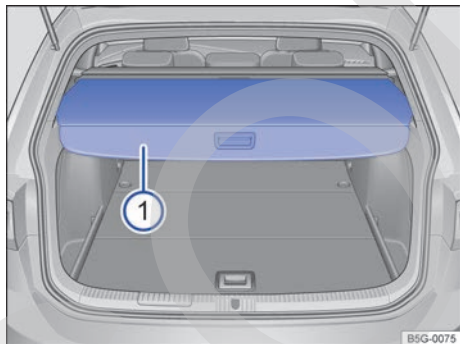

Fig. 97 En el maletero: abrir y cerrar el tapamaletero.
- Presione la parte trasera del tapamaletero ⇒ **fig. 97** ① un poco hacia abajo. El tapamaletero se desplaza automáticamente hasta el centro del maletero.